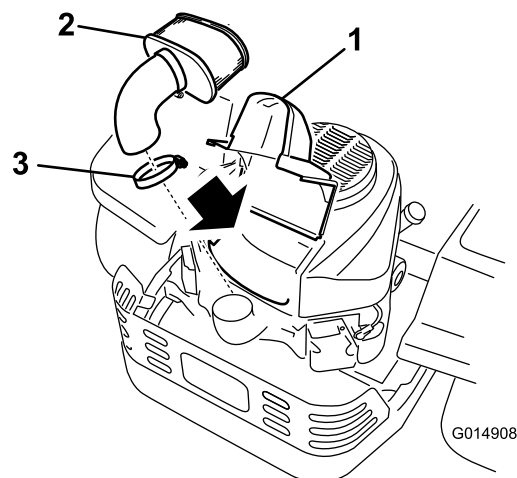

Figure 37
4. Soulevez le couvercle et déposez le collier qui fixe l'ensemble filtre à air au moteur (Figure 37).
5. Desserrez le collier de flexible et retirez l'élément en papier (Figure 37).